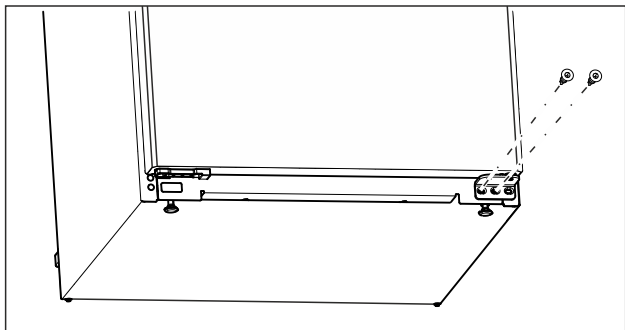

Fig. 7
- ▶ Wykręcić środkową śrubę przy dolnej płytce zawiasu śrubokrętem Torx 20. (patrz Fig. 7)
- ▶ Wykręcić wewnętrzną śrubę przy dolnej płytce zawiasu śrubokrętem Torx 20. (patrz Fig. 7)